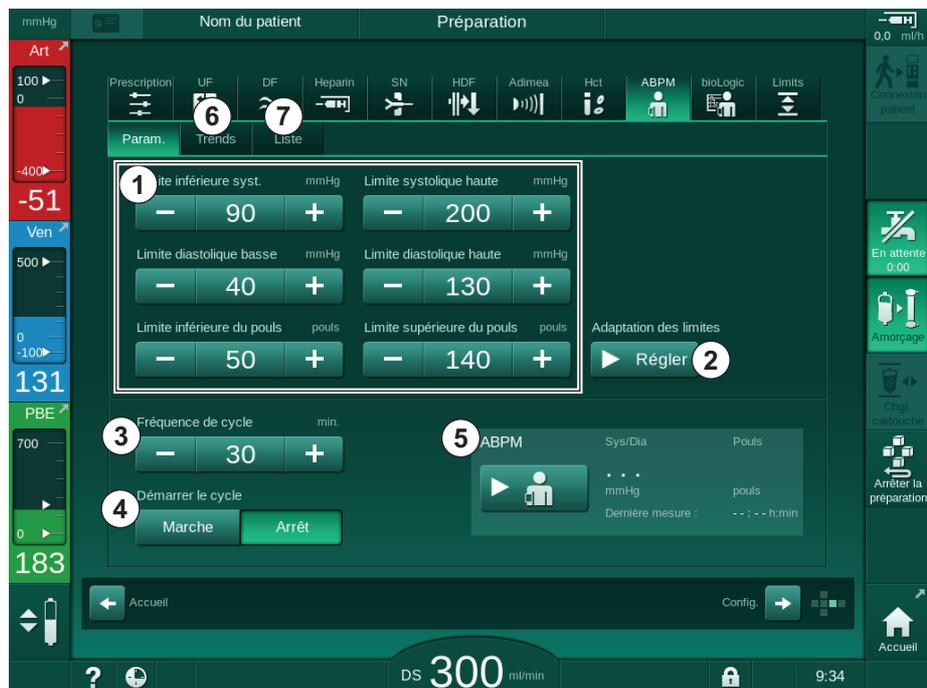

Fig. 11-8 Paramètres ABPM sur l'écran *Entrée*
2. Pour ajuster les limites d'alarme à des valeurs autour de la tension artérielle mesurée, touchez *Adaptation des limites, Définir* (Fig. 11-8, ②).
1. Pour activer/désactiver les mesures cycliques avec la fréquence de mesure définie, sélectionner *Démarrer le cycle, MARCHE* (Fig. 11-8, ④).
2. Pour définir la fréquence de mesure, sélectionner *Fréquence de cycle* ③. Intervalle possible : 1 à 60 minutes.
Toucher *Démarrer* dans la boîte de groupe *Paramètres ABPM* sur l'écran *Entrée* (Fig. 11-8 Paramètres ABPM sur l'écran *Entrée* (282), ⑥).